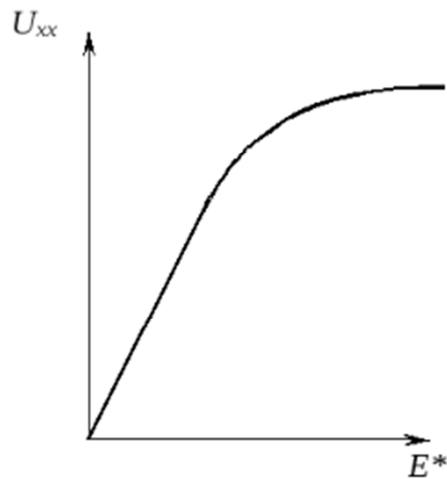

Рисунок 13– Зависимость напряжения (х.х.) от освещённости
6. Сопоставить полученный график с теоретическим (рисунок 13).